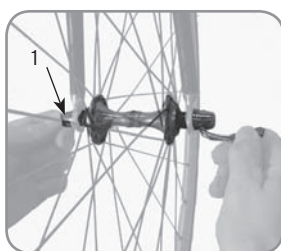

Figura 34. Porca de aperto
2. Com a alavanca na posição de ajuste, aperte a porca de ajuste (Figura 34) até estar ligeiramente apertada.